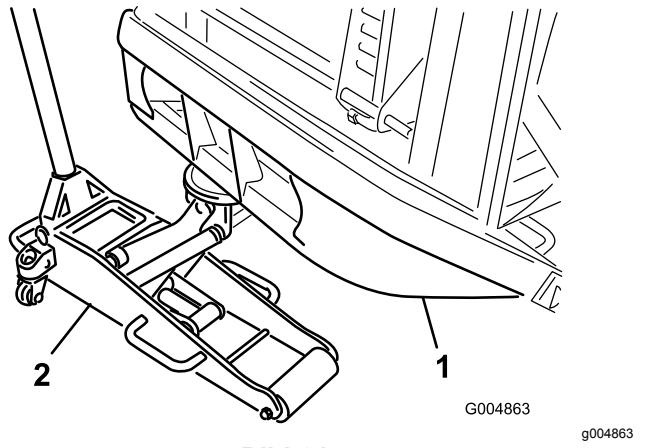

Bild 31
1. Stellen Sie einen geeigneten Wagenheber unter das Rohr der hinteren Stoßstange und heben Sie die Hinterreifen vom Boden ab (Bild 31).